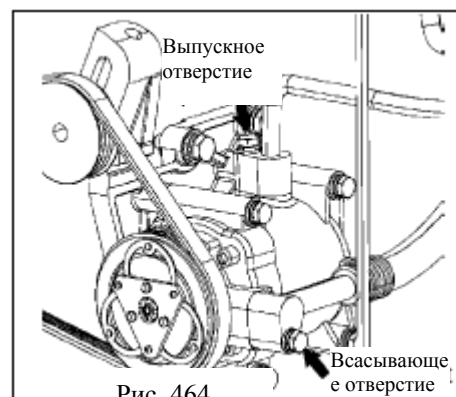

Рис. 464
- (1) Открутите болт, отсоедините впускной трубопровод(рис. 464)
- (2) Снимите круглое уплотнительное кольцо втяжного канала
- (3) Открутите болт, отсоедините выпускной трубопровод(рис. 464)
- (4) Снимите круглое уплотнительное кольцо выпускного канала